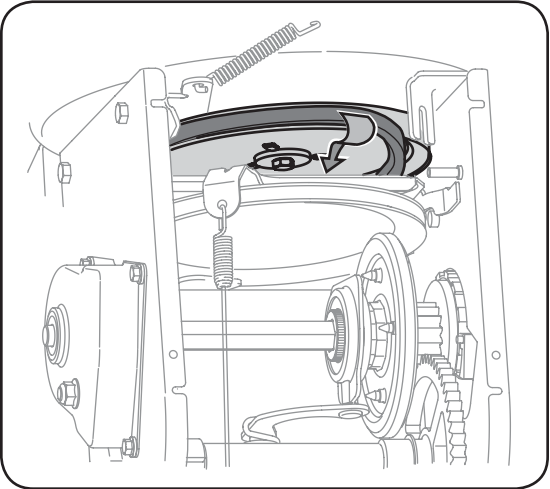

Figure 6-8
- b. Décrochez le ressort du support du châssis. Dégagez la courroie de la poulie de la tarière et faites glisser la courroie en le support et la poulie de la tarière. Remontez la courroie de la tarière en procédant dans l'ordre inverse. Voir la Figure 6-8.